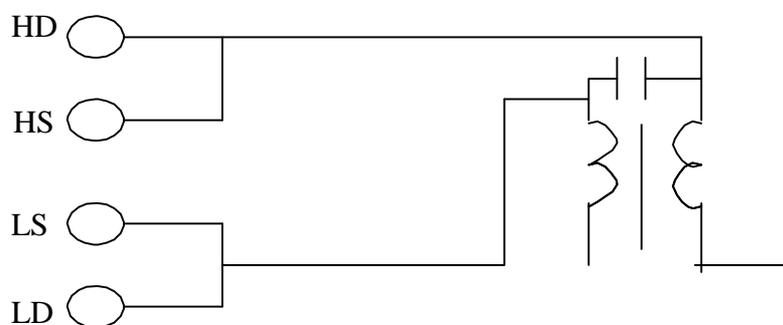

图3-8 初、次级电容量测量
**初、次级电容量测量。**按图3-8 所示连接，可测量初、次级电容量。